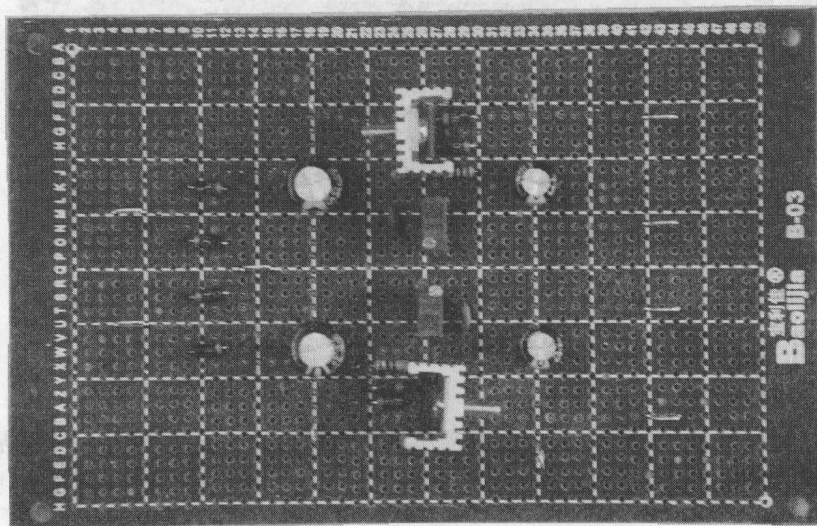

图 1-5 三端可调双电源稳压电路元器件摆放图
- ① 先将集成芯片的底座安装固定在万用板上设计好的位置；
- ② 根据电路将集成芯片的其他外围元器件安装在万用板上（采取就近的原则摆放），如图 1-5 所示；